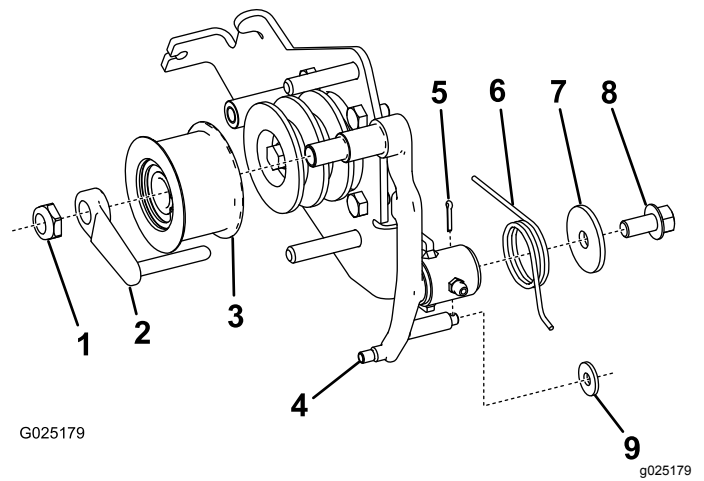

Figura 2
- Instale la palanca de embrague nueva en el soporte de embrague nuevo usando el muelle de torsión, la arandela y el perno de la palanca del embrague y del soporte antiguos (Figura 2).